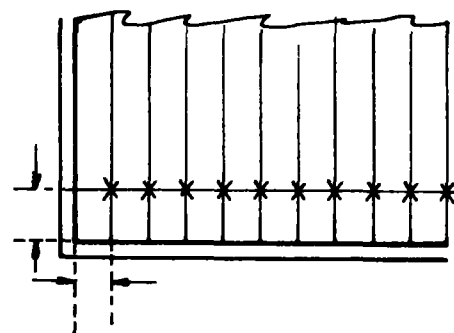

Fig. 2
- b Marque con el compás las distancias entre los centros de los agujeros a partir del primero, según indicación o dibujo (fig.2).